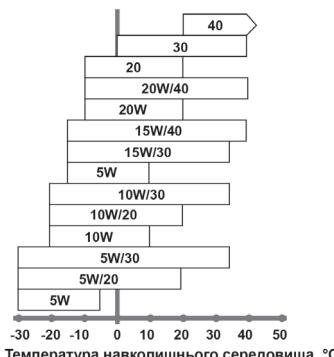

Рисунок 5. Відповідність марки моторного мастила залежно від температури довкілля.
3. Використовувати чисте мастило відповідної марки та густини залежно від температури довкілля (рис. 5).
Мастило класом густини 10W-30 за SAE рекомендовано для загального використання. Інші значення густини, наведені на рис. 5, можливо використовувати, якщо середня температура довкілля знаходиться в межах вказаного діапазону.